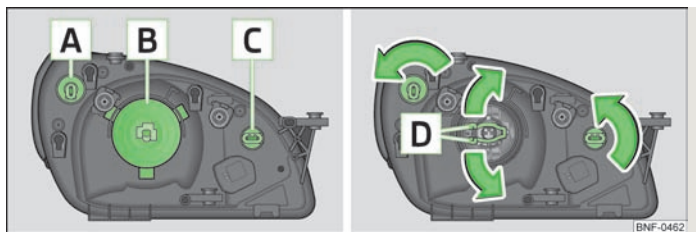

Fig. 120 Farol esquerdo - compartimento do motor: Disposição / desmontagem da lâmpada
A - Pisca-pisca dianteiro » Fig. 120
- » Rode o suporte de lâmpada **A** » Fig. 120 até ao batente **no sentido oposto** ao dos ponteiros do relógio e retire-o.
- » Extraia a ficha na lâmpada incandescente **B** » Fig. 120.
- » Rode o suporte de lâmpada **C** » Fig. 120 até ao batente **no sentido oposto** ao dos ponteiros do relógio e retire-o.